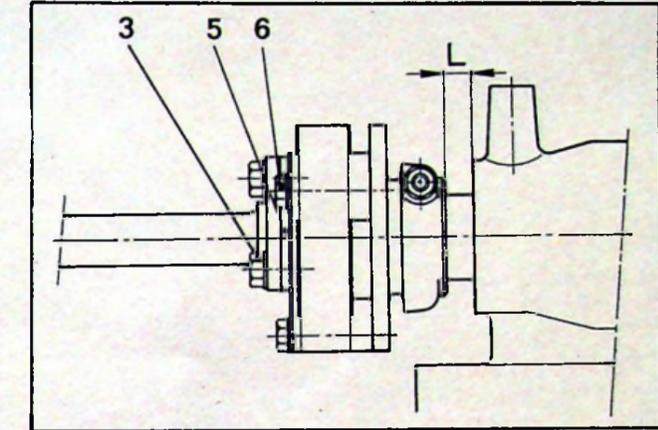

Fig. 2
- Mesurer la cote L (voir figure 2) ; elle doit être inférieure à 13 mm.
Sinon, interposer une cale d'épaisseur (5) (voir figures 2 et 3) entre le palier élastique arrière et l'arbre.